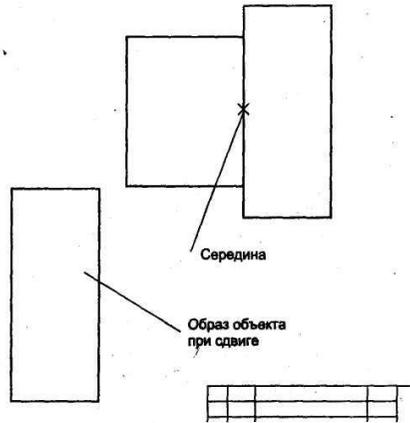

Рис. 26
15. Подведите курсор к середине левой стороны второго прямоугольника; когда курсор изменит свой вид, нажмите ЛКМ и, удерживая ее, перетащите прямоугольник к середине первого прямоугольника (рис.26), зафиксируйте середины прямоугольников ЛКМ (нажав 1 раз). Выполните завершение текущей команды, нажав кнопку **Создать объект** на панели специального управления.
16. Выделите ЛКМ первый прямоугольник (рис.26), при выделении объект меняет цвет (зеленый).